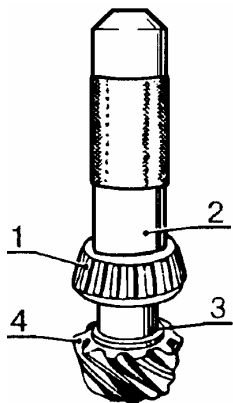

Рис.15.
6.6 Установить на ведущую шестерню 4, рис.15, подобранное по п.6.2.9 регулировочное кольцо 3 и напрессовать внутреннее кольцо 1 заднего подшипника оправкой 2 (оправка А.70152, молоток).